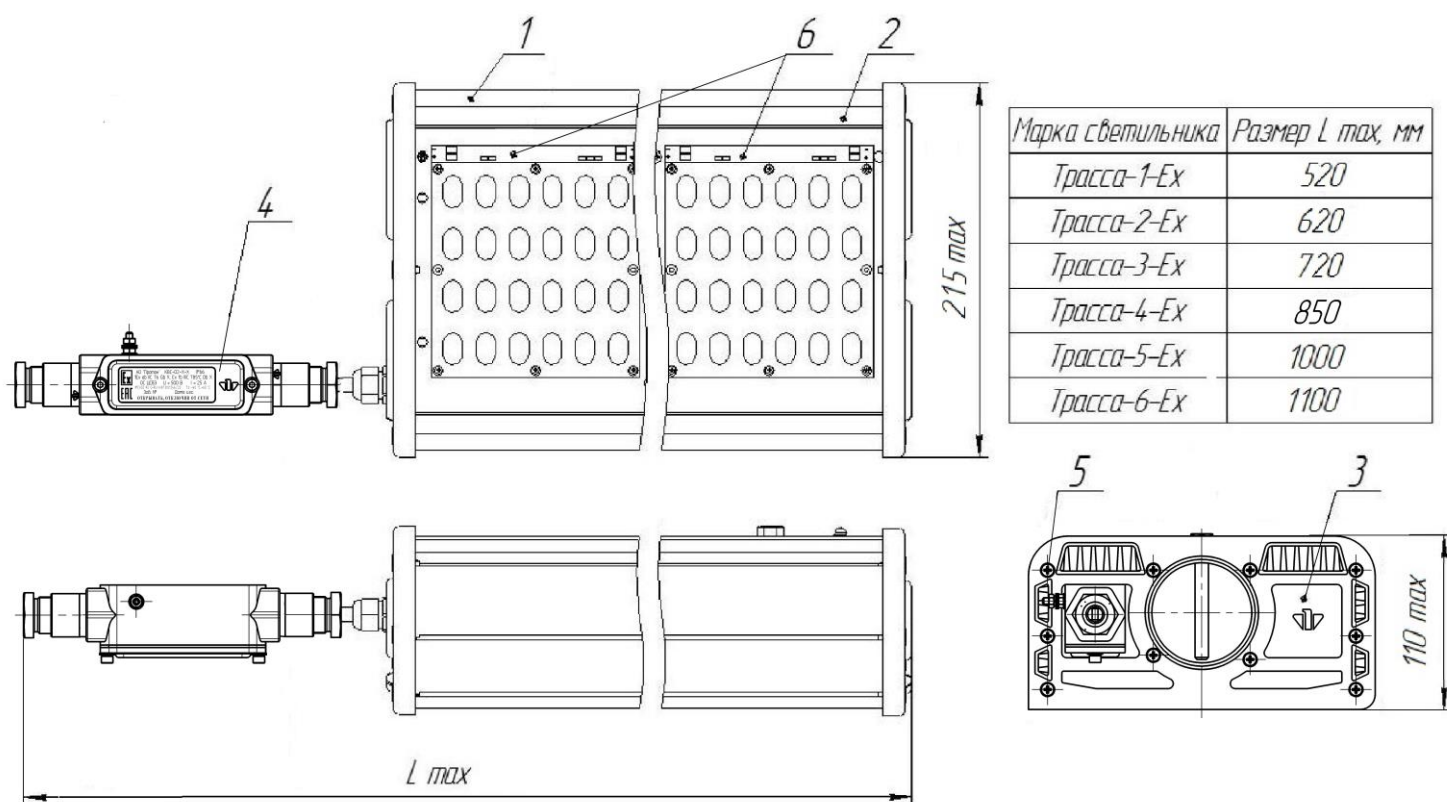

Рисунок 1
1.4.1 Светильники состоят (см. Рисунок 1) из корпуса, изготовленного из алюминиевого анодированного сплава, который является несущим элементом светильников (поз.1), прозрачного неокрашенного защитного стекла из ударопрочного оптического поликарбоната (поз.2), двух торцевых крышек (поз.3), коробки клеммной (поз.4), крепёжных винтов (поз.5), модулей светодиодных (поз. 6), источника питания установленного внутри корпуса.
2.2.4. Открутите два винта, фиксирующие крышку коробки клеммной (рисунок 1, поз.4).